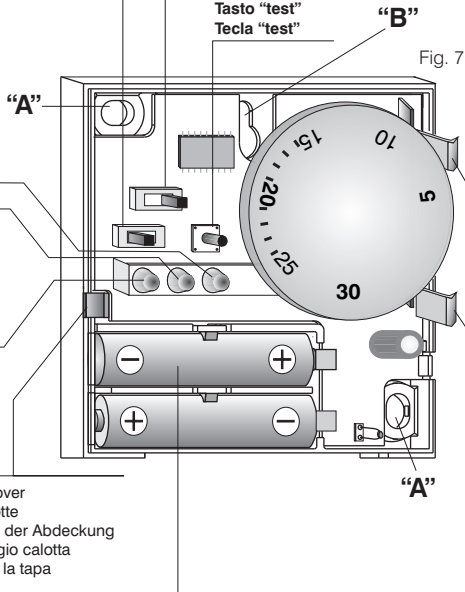

Fig. 7
- Fixer la base du thermostat au mur en utilisant les trous **A-A** ou le trou **B** (fig. 7).
Avec la calotte du thermostat retirée, insérer dans les logements (fig. 7) **deux piles alcalines de 1,5 V tipo AAA (LR03)**, prêtant attention aux polarités.
Si l'on souhaite modifier la valeur du différentiel, agir sur le sélecteur spécifique, comme indiqué dans la figure 7.
Appuyer sur la touche "test" jusqu'à l'allumage de la LED "test" et relâcher (fig. 7)
Maintenir la touche "test" appuyée jusqu'à l'apparition de 3 courts éclats de la LED "test", et relâcher (fig. 7).
Une fois les opérations d'installation terminées, vérifier si le sélecteur Été/Hiver et la touche glissante située sur la calotte (fig. 7 et fig. 8), se trouvent à la même position (ex.: à gauche = Été); ensuite positionner la calotte sur le thermostat et appuyer jusqu'au déclic du crochet de blocage